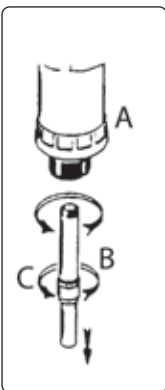

fig.1
- 4.1. GENERAL USE (Figs 1,2 & 3):**